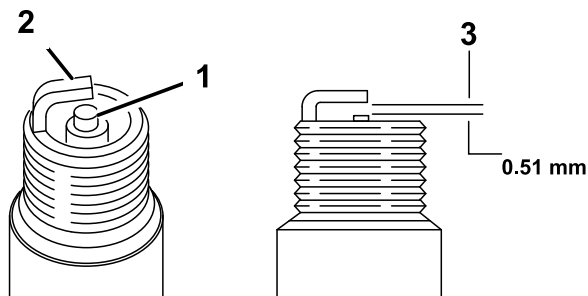

Bild 22
5. Stellen Sie den Abstand an der neuen Zündkerze auf 0,51 mm ein, wie in Bild 22 abgebildet.